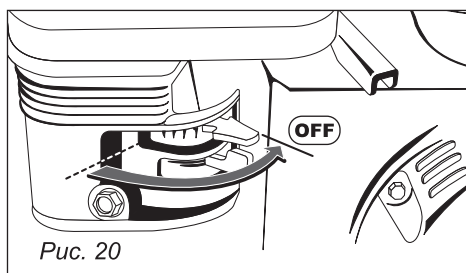

Рис. 20
7. После запуска двигателя, медленно переведите ручку управления воздушной заслонкой управления в положение «OFF» (рис. 20).